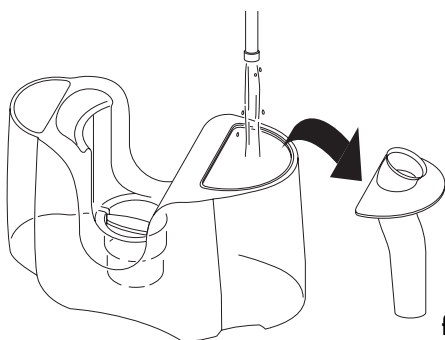

fig. 4
- Pentru a folosi aparatul ca aspirator de praf, se recomandă să se verse cel puțin 2,5 l de apă în rezervor; nu depășiți nivelul maxim de 4 l indicat pe rezervor. Pentru ușurarea operațiunilor de umplere a rezervorului, se recomandă scoaterea dirijorului de aspirare **G** (fig. 4).